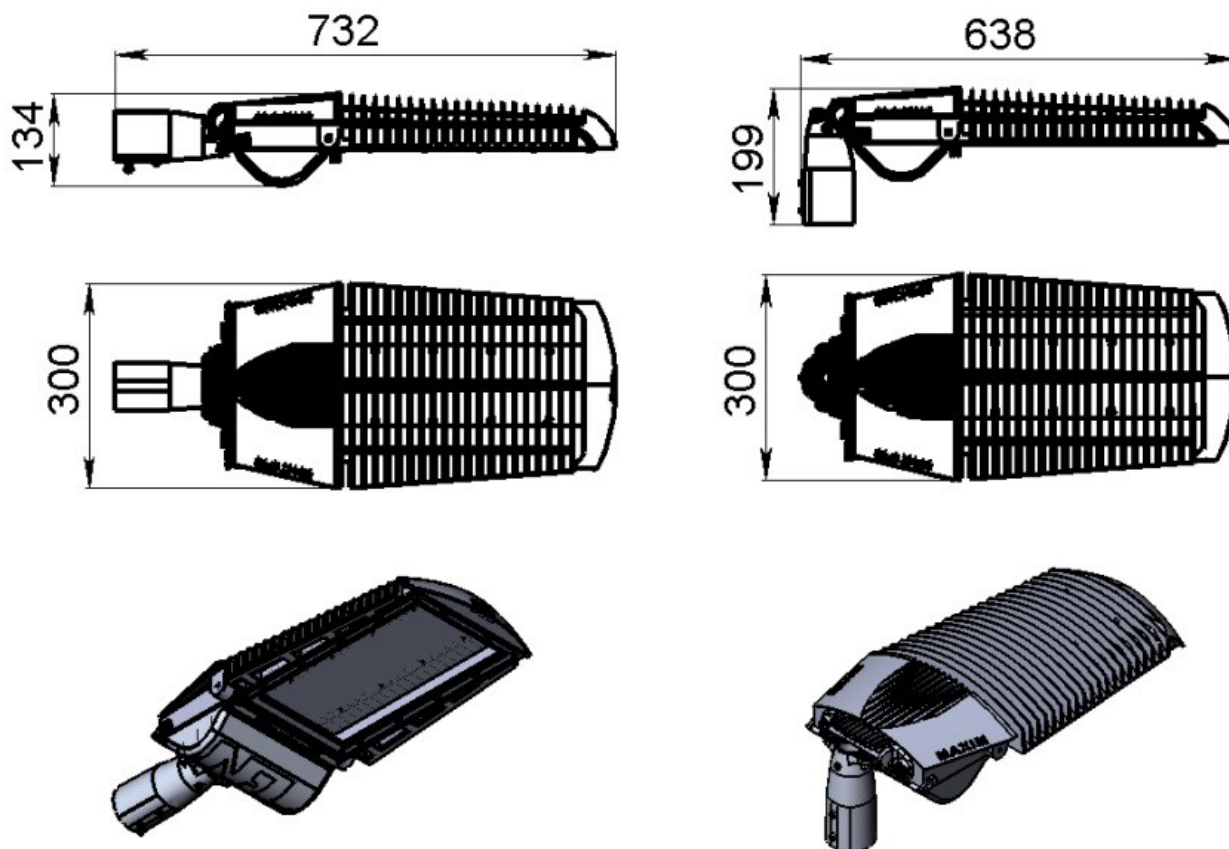

Рис. 2
3.1 Габаритные и установочные размеры представлены на рис. 2.